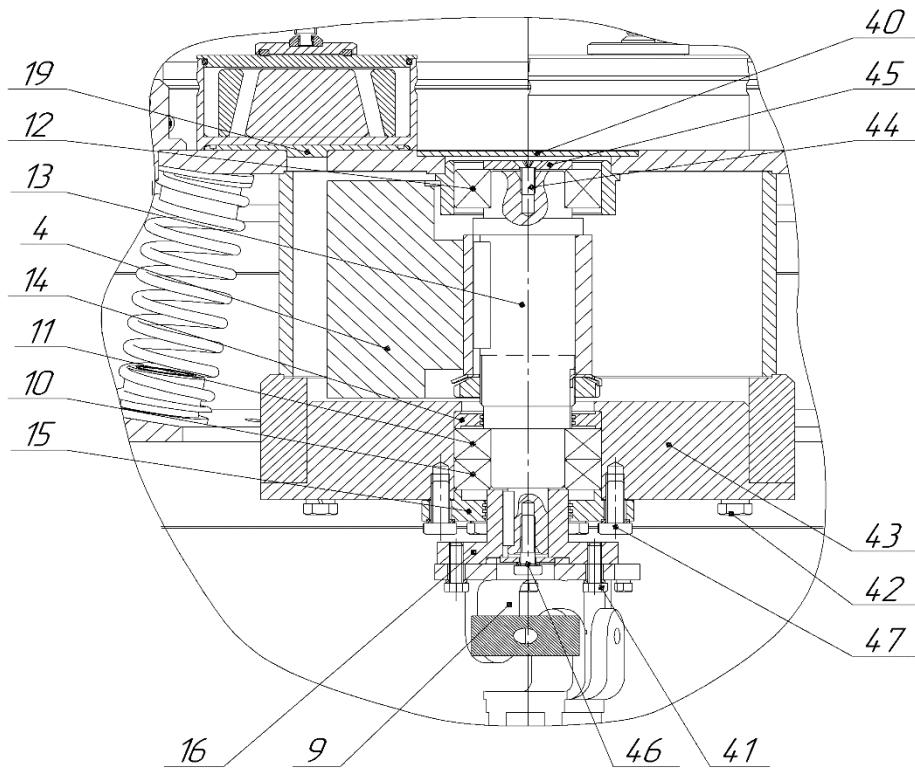

Рис. 6 – Обслуживание подшипников
- в. отсоединить карданный вал 9, открутив 4 болта 41 (Рис. 6);
- д. открутить 6 болтов 42 (Рис. 6) и извлечь вал 13 в сборе с подшипниками, дебалансом 4 и противовесом 43;